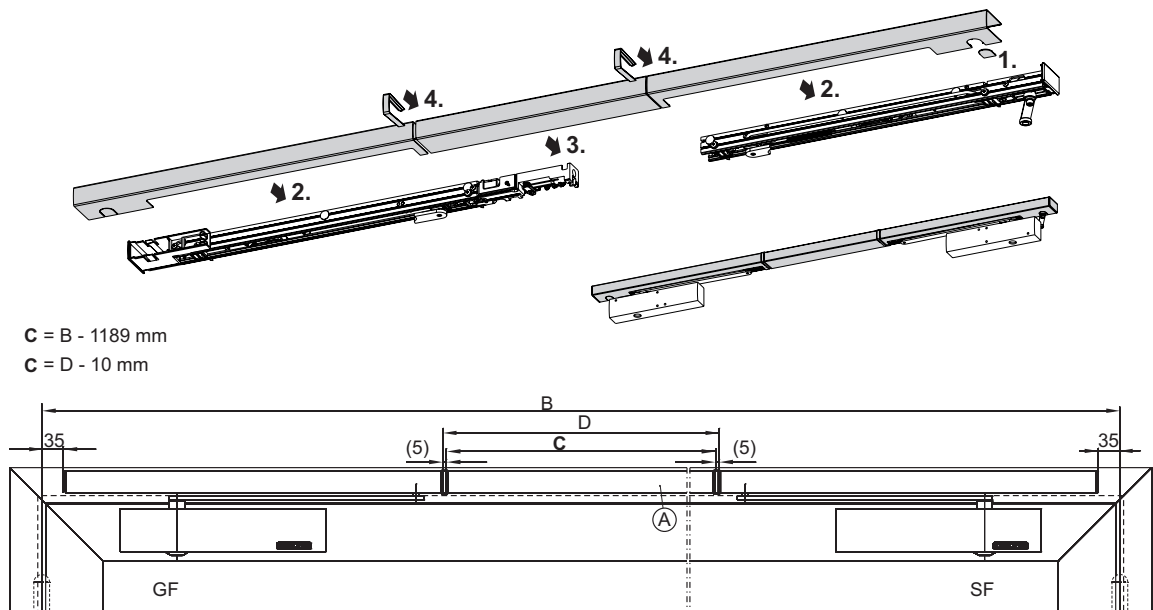

Abb. 6.11.1
- ▶ Die ablängbare mittlere Blende "A" auf das Maß "C" kürzen (**Abb. 6.11.1**).